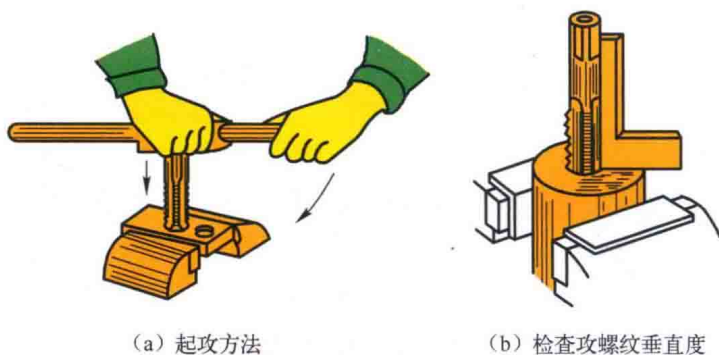

图 1-3 攻螺纹
(2) 攻螺纹前,工件的夹持位置要正确,应尽可能把底孔中心线置于水平或垂直位置,以便于攻螺纹时掌握丝锥是否垂直于工件平面。
(3) 先用头锥起攻,丝锥一定要与工件垂直,一手掌按住绞杠中部用力加压,另一手配合做顺向旋转,如图 1-3 (a) 所示。也可用两手握住绞杠均匀施加压力,并将丝锥顺向旋转。当丝锥攻入 1 ~ 2 圈后,从间隔 90° 的两个方向用角尺检查校正丝锥位置至要求,如图 1-3 (b) 所示。